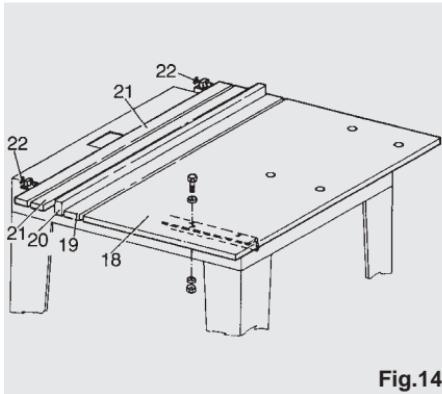

Fig.14
- 3) Bien serrer toutes les vis des équerres et procéder au blocage du plan. Positionner le plan de bois (18) et le fixer avec les vis, les écrous et rondelles comme dans la figure 14. Ensuite poser les pièces suivantes dans l'ordre indiqué:
- la latte avant (19), large de 85 mm;
- la règle de butée (20), haute de 60 mm;
- les deux règles (21), larges de 60 mm, derrière la règle de butée;
- fixer enfin le tout à la table de travail avec les papillons de blocage (22).